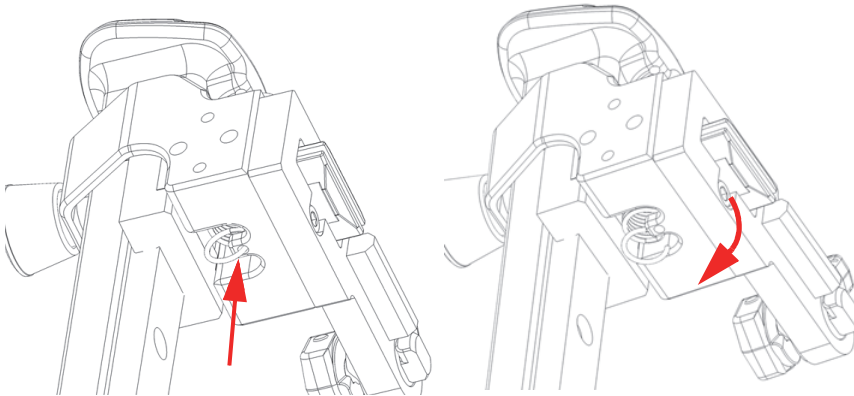

Abbildung 2-26 Sprungfeder aus der Bohrung entfernen
1. Entfernen Sie mit einer Spitzzange den unteren Teil der Sprungfeder aus der Bohrung der Halterung der federbelasteten Arme (Abbildung 2-26 auf Seite 56).